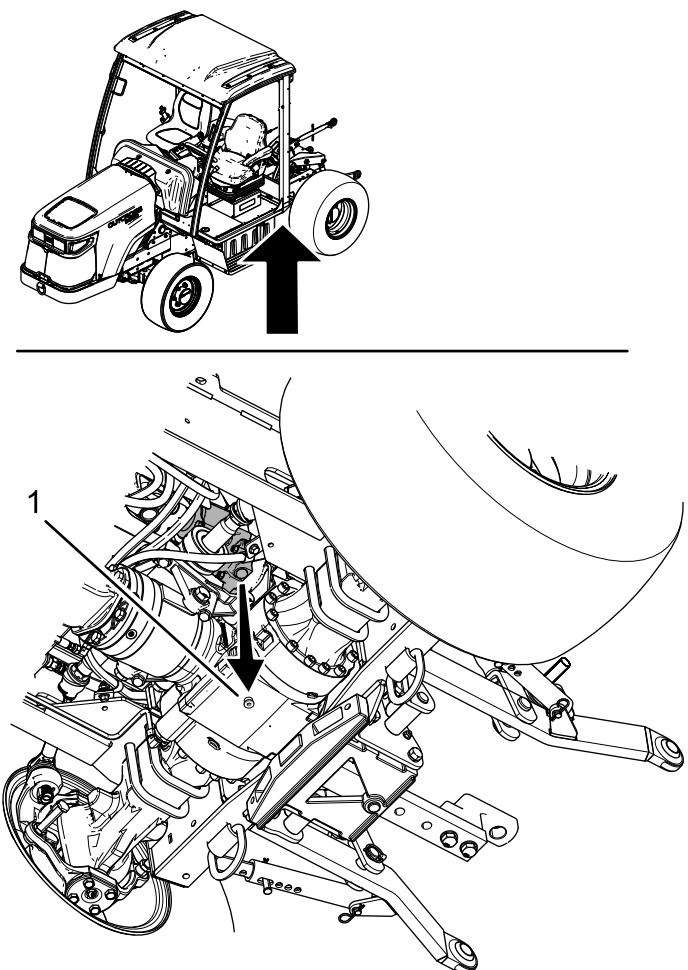

Figura 106
3. Retire o tampão da porta de drenagem (Figura 106).